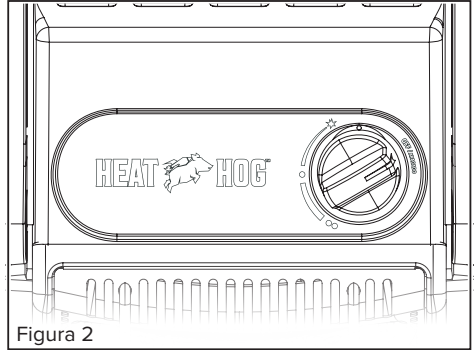

Figura 2
- Antes de conectar el propano, asegúrese de que la perilla de control en el calentador esté en la posición "OFF" (apagado); vea la Figura 2.
- **Para el HH-09SNL-A**, gire la perilla de control hacia la izquierda a la posición "PILOT" (Piloto), presione la perilla para el encendido; vea la Figura 2.
- Después de que se encienda el piloto, mantenga presionada la perilla de control de 30 a 60 segundos hasta que se iluminen las placas de calor y el termopar esté caliente. Suelte la perilla. La perilla debe regresar a la posición totalmente extendida; vea la Figura 2.